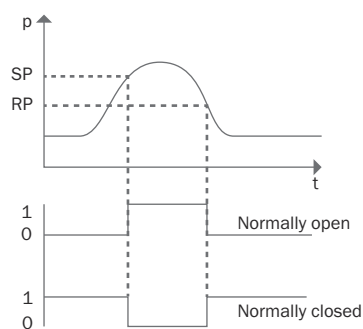

図 4: 正圧でのヒステリシス機能
システム圧の上昇時に各スイッチングポイント (SP) に到達すると出力が切り替わります。圧力が再び下がると、リセットポイント (RP) に到達するまで出力は元に戻りません。圧カスイッチで設定されているスイッチングポイントを中心に印加圧力が変動した場合は、ヒステリシスによって出力のスイッチング状態が一定に保たれます (参照 図 4, ページ 123)。